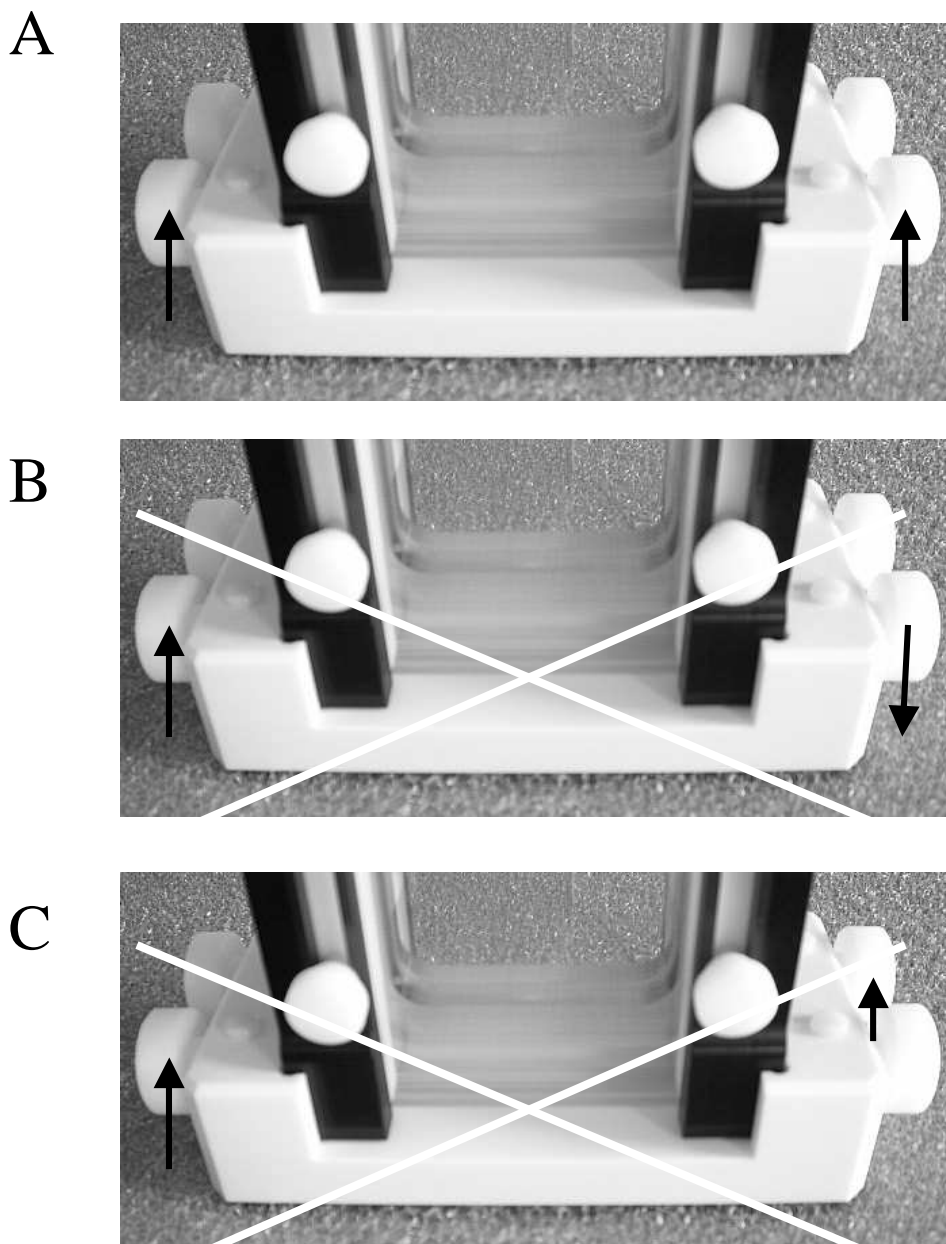

Abb. 1: A zeigt die korrekte Vorgehensweise. Werden die Schrauben so angezogen, wie in B und C dargestellt, kann die Apparatur undicht sein.
11. Ziehen Sie dann die beiden vorderen Nockenschrauben schrittweise an (ca. 90 ° Drehung), danach die beiden hinteren Schrauben (ca. 90 ° Drehung). Wiederholen Sie diese Vorgehensweise nochmals bzw. solange, bis die abgeflachte Seite der Schrauben nach unten zeigt (maximale Stellung!) (siehe Abb.1, A). Der Gießstand dichtet dann die Einheit mit den Gelen nach unten vollkommen ab, da die Glasplatten hierdurch gleichmäßig in das Dichtungsgummi gedrückt werden. **Achtung: eine andere Vorgehensweise kann zu Undichtigkeiten führen!** Die Nockenschrauben dürfen nicht zu fest angezogen werden.